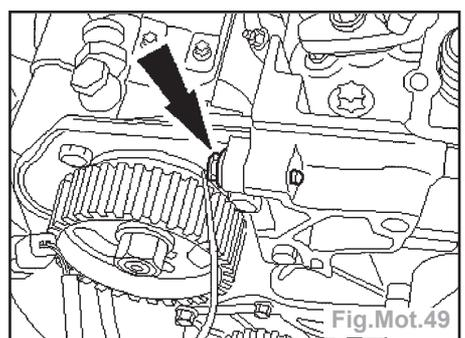

Fig.Mot.49
- Détacher le support de pompe d'alimentation de la culasse (Fig.Mot.49).